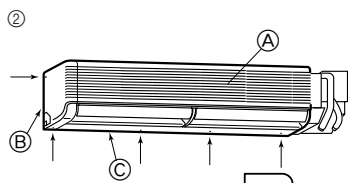

Fig. 3-8
- ② Verwijder de vijf schroeven die met een pijltje staan aangegeven. (Fig. 3-8)
- ③ Verwijder het linkerpaneel en vervolgens het onderpaneel.